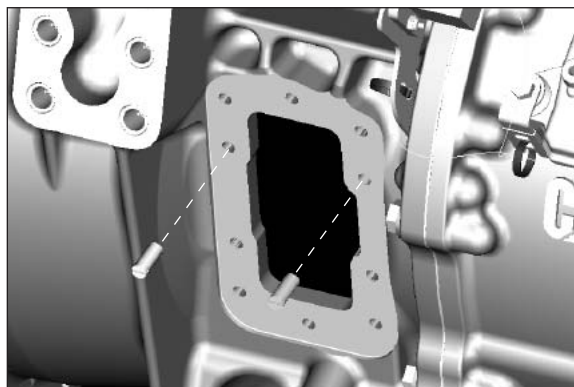

Fig. 3
3. Usando un destornillador, instale los pines-guía hasta el fondo (**Fig. 3**) (ver página 39).